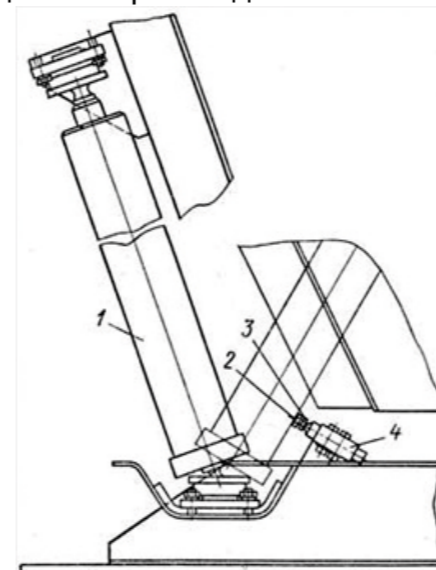

Рис.7 Регулировка механизма подъема кузова:
При эксплуатации полуприцепа самосвального следует периодически проверять состояние и правильность регулировки клапана ограничения подъема кузова. Клапан 4 (рис. 7) должен быть надежно закреплен на кронштейне, расположенном на раме, регулировочный винт 2 - застопорен контргайкой 3. Шток клапана не должен быть искривлен, течи масла из-под уплотнения штока и по резьбовым соединениям трубопроводов не допускаются. При правильно отрегулированном клапане, угол подъема кузова составляет  $45^\circ$ . В случае необходимости регулировка угла подъема кузова должна производиться в такой последовательности.
1. Отвернуть контргайку 3 регулировочного винта 2 (см. рис. 7).
4. Вывернуть регулировочный винт 2 (см. рис. 7) из штока клапана до упора в корпусе гидроцилиндра 1 и застопорить контргайкой 3.